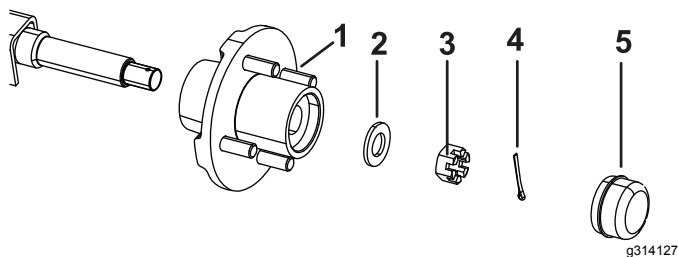

Figura 39
3. Retire el tapón guardapolvo, la chaveta, el retenedor de la tuerca y la arandela del conjunto del cubo (Figura 39).